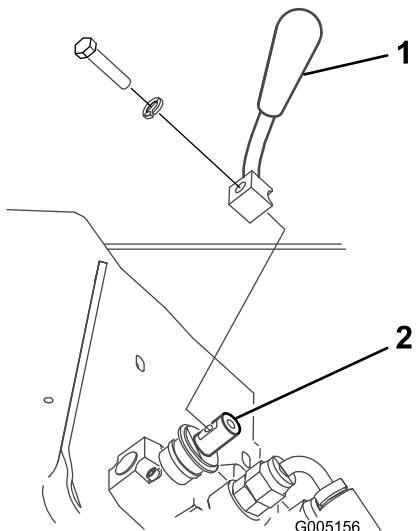

Рисунок 4
2. Прикрепите рычаг к клапану переключения передач с помощью болта и стопорной шайбы, как показано на Рисунок 4.